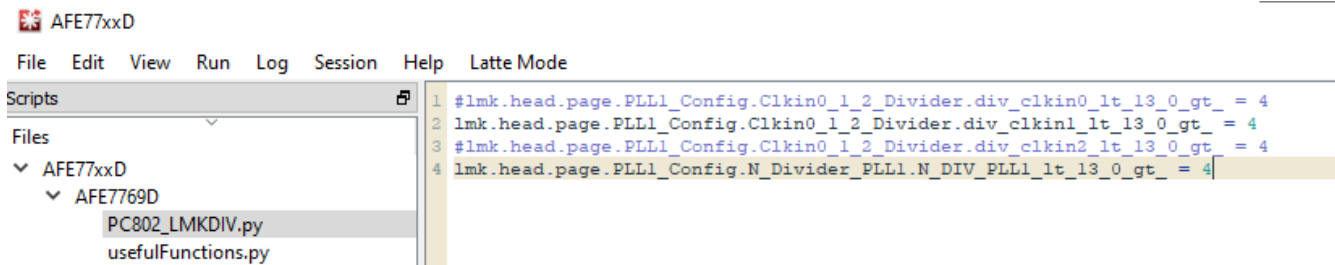

图 3-14. RNS802 LMK 脚本
7. 在左侧树视图中打开 PC802_LMKDIV.py 脚本，如 图 3-14 所示。